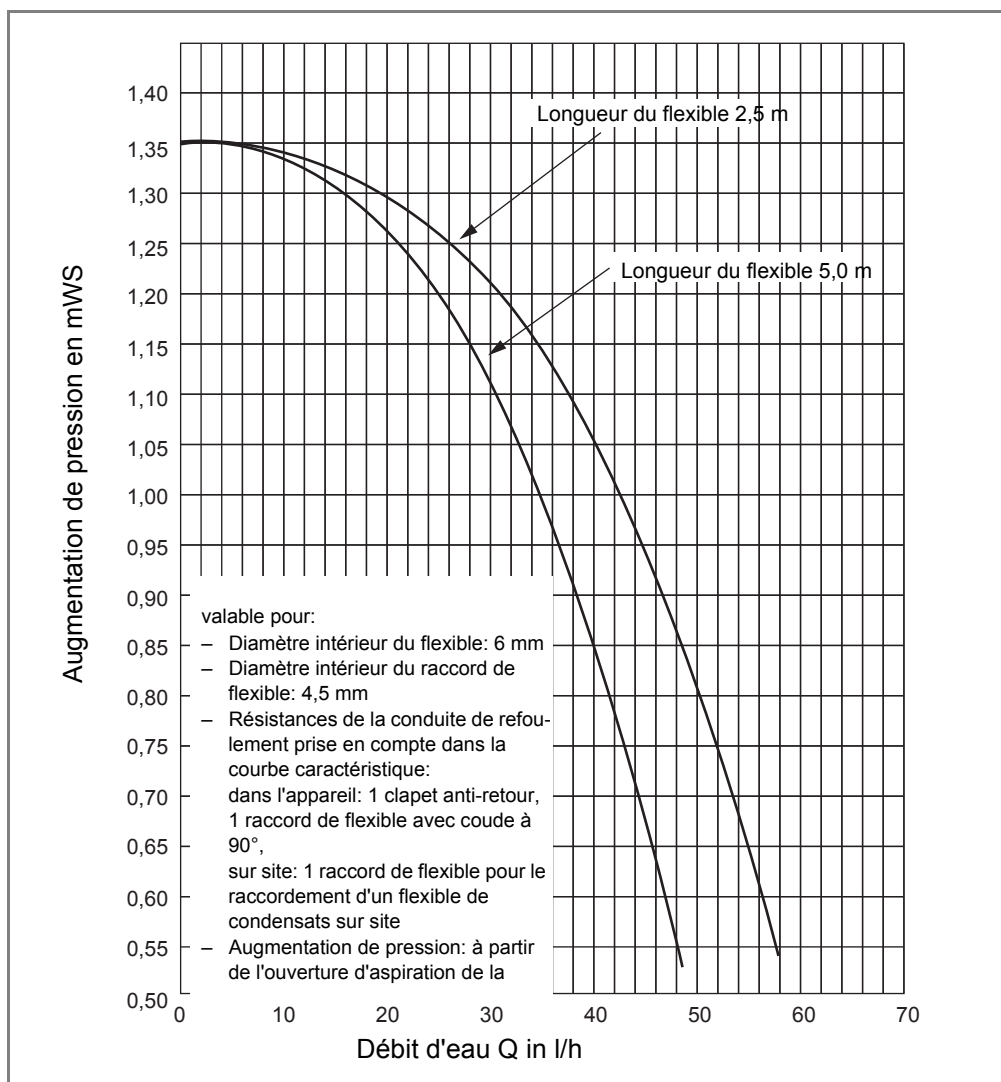

Fig. 2-5: Performance de la pompe à condensats
- La pression de fonctionnement maximale de la pompe est de 0,1 MPa (1 bar), le débit maximal est de 10 l/h. Sur la Fig. 2-5, la puissance de la pompe est indiquée en l/h par rapport à la hauteur manométrique.